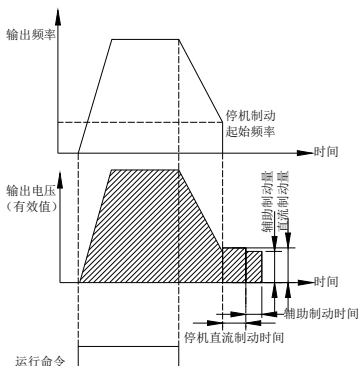

图 7-5 减速停车+直流制动示意图
**2: 减速+直流制动停机。**变频器接到停机命令后,按照设定减速时间降低输出频率,当到达F02.14 停机制动的起始频率时,经过F02.15 定义的直流制动等待时间后开始直流制动。如图7-5所示。